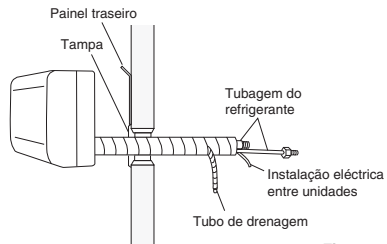

Fig. 3-60
- (1) Perfile a tubagem do refrigerante de modo que a mesma possa passar facilmente pela abertura na parede. (Fig. 3-60)